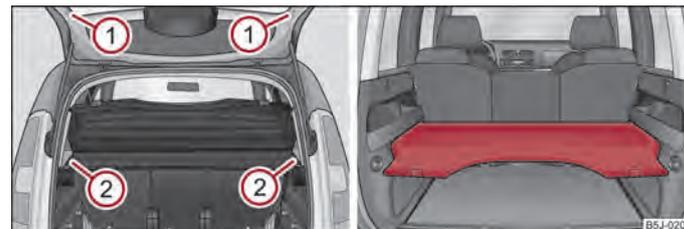

Fig. 47 Desmontaje de la cubierta del maletero/cubierta del maletero en la posición inferior
- Desenganchar las cintas de sujeción ① ⇒ fig. 47.
- Retire la bandeja trasera de los soportes ② tirando de ella hacia atrás o aplicando ligeros golpes en la cara inferior de la bandeja en el área que se encuentra entre los soportes.
- Para volver a efectuar el montaje, introducir primero la cubierta del maletero en la fijación ② y, a continuación, enganchar las cintas de sujeción ① en la tapa de maletero.
También puede colocar la cubierta del maletero en la posición inferior sobre los elementos de apoyo ⇒ fig. 47, lado derecho.